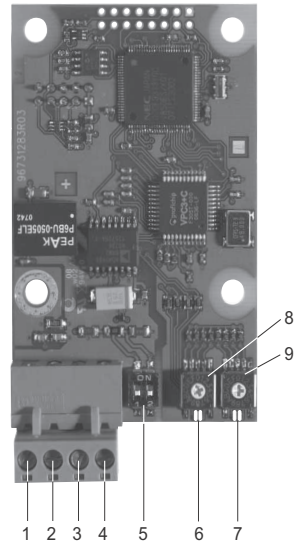

Fig. 1 Módulo CIM 1XX Profibus
La fuente de energía, pos. 4, fig. 1, sólo se debe utilizar para la terminación externa.
Ver fig. 1.